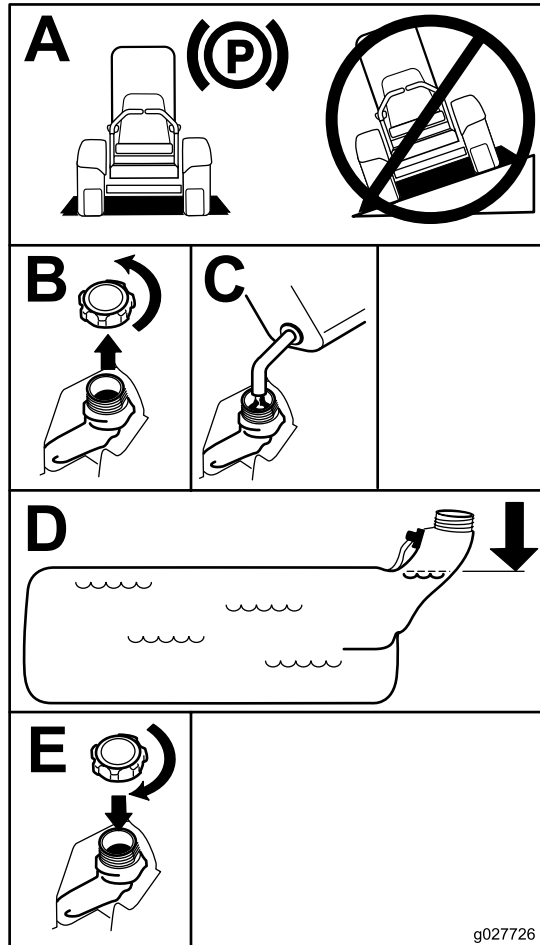

Bild 7
4. Füllen Sie den Kraftstofftank bis zur Unterseite des Einfüllstutzens. Stellen Sie sicher, dass im Tank für die Ausdehnung des Benzins vorhanden ist (Bild 7).